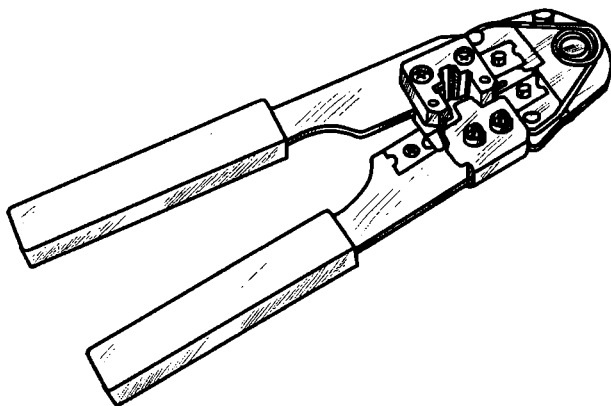

Рис. 37. Обжимные клещи
- обжимные клещи (рис. 37), если предполагается работа с металлопластиковыми трубами;